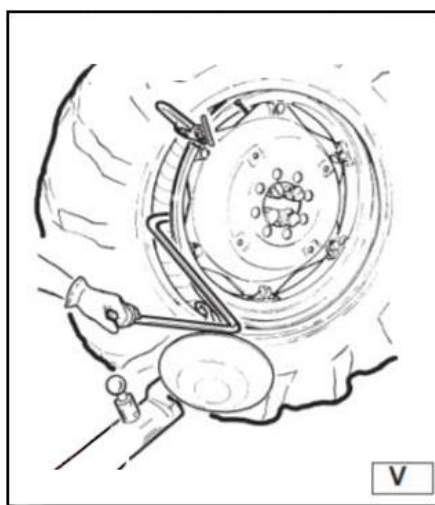

Рисунок 31
- Понемногу поворачивайте зажимное устройство по часовой стрелке до тех пор, пока вы не сможете вставить рычаг отжимного ролика на его место в съемном рычаге (см. рис. 31). Этот рычаг поставляется по просьбе заказчика.